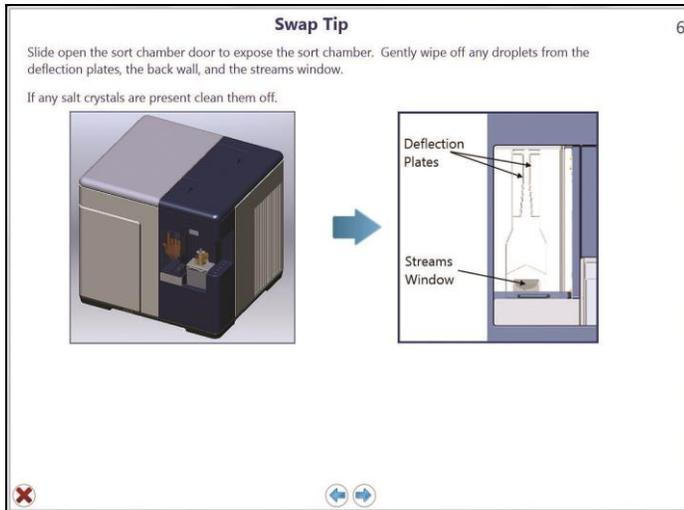

Рис. 118. Окно «Мастера» замены наконечника AutoGimbal
24. Очистите сортировочную камеру от капель на задней стенке, сортировочный поддон и отклоняющие пластины, а также убедитесь в чистоте люка камеры для потоков (Рис. 118).